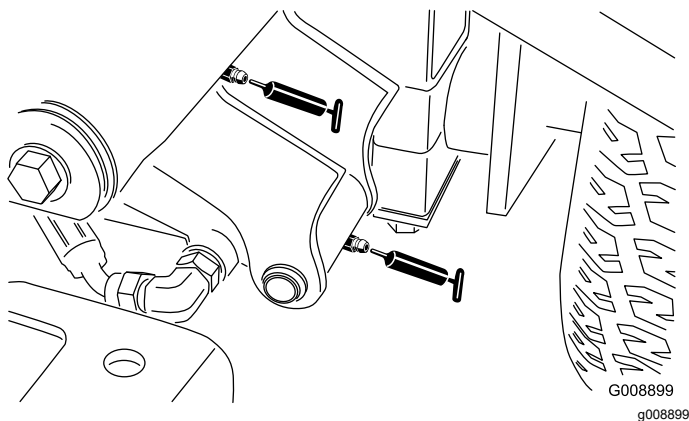

Figura 64
- Perno del braccio di sollevamento sinistro anteriore e cilindro di sollevamento (2 raccordi – Figura 64)